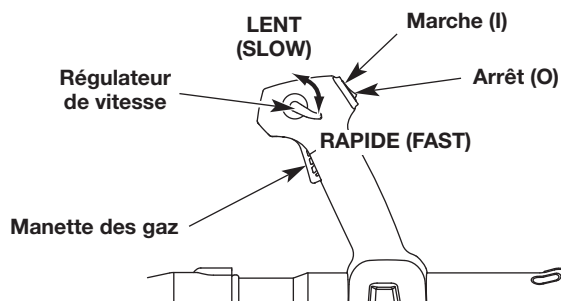

Fig. 7
REMARQUE : il n'est pas nécessaire de démarrer l'appareil. L'interrupteur de marche/arrêt est constamment en position de marche (I) (Fig. 7).
5. Déplacez le régulateur de vitesse en position FAST (RAPIDE) (Fig. 7).
2. Appuyez sur l'interrupteur de marche/arrêt et maintenez-le enfoncé en position d'arrêt (O) jusqu'à ce que le moteur s'arrête complètement (Fig. 7).
- Utilisez le régulateur de vitesse pour faciliter le fonctionnement continu (Fig. 7).